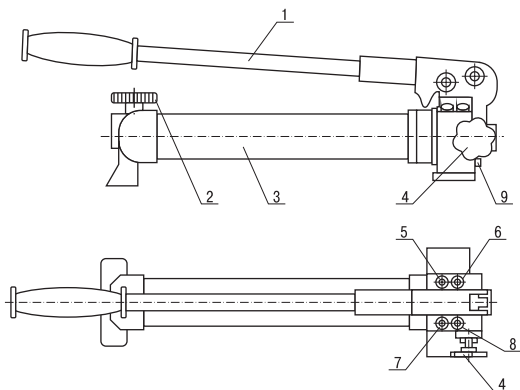

Рисунок 1
3.1 Основные части насоса (смотри рисунок 1):